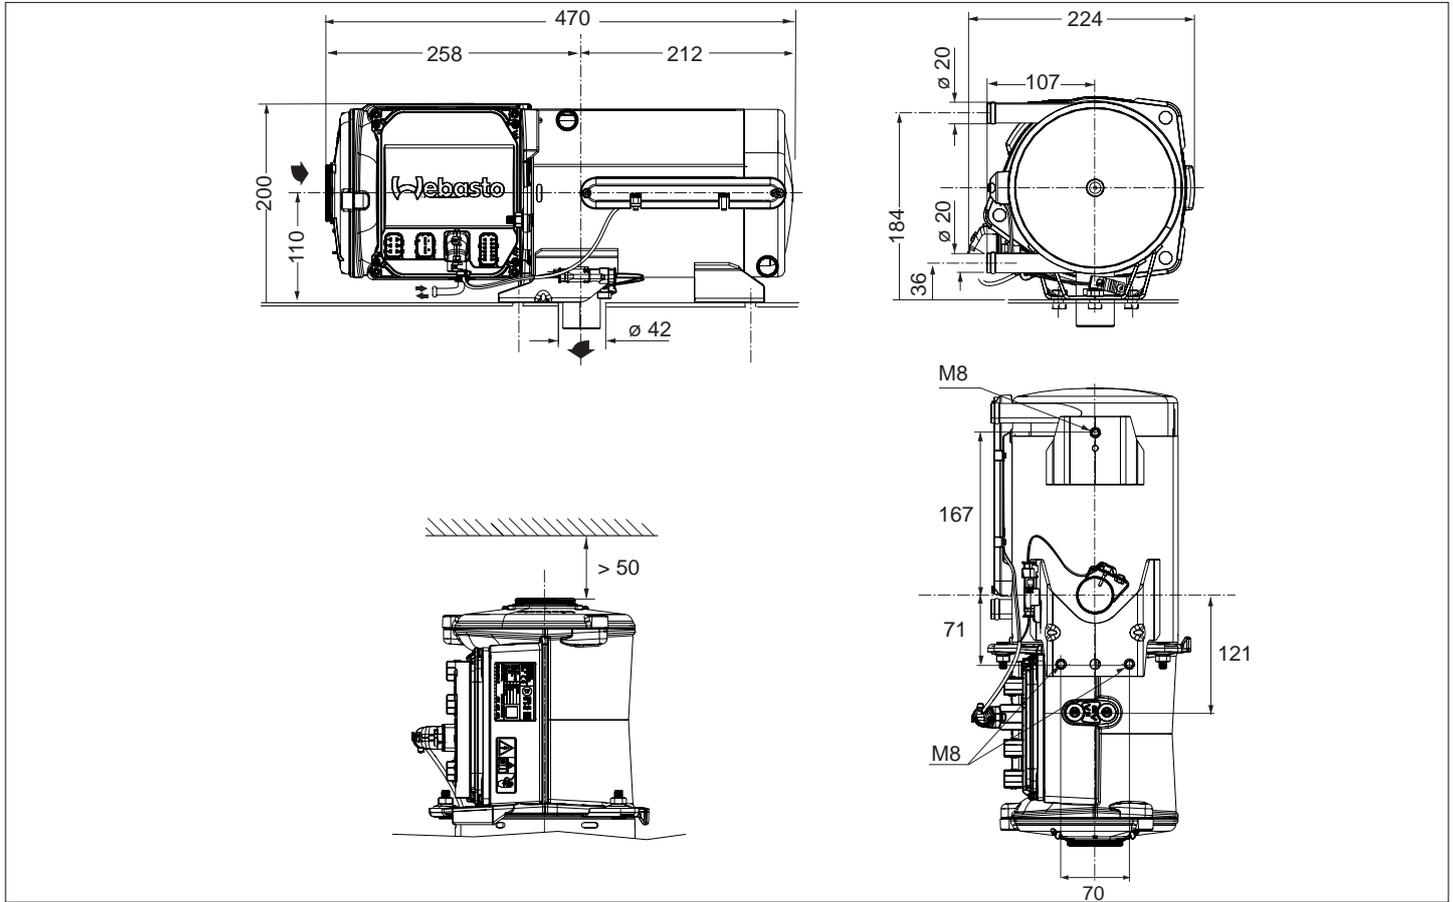

Abb. 04: Abmessungen, Mindestabstände (in mm)
- ▶ Erforderlichen Einbauraum beachten, siehe Abb. 04.